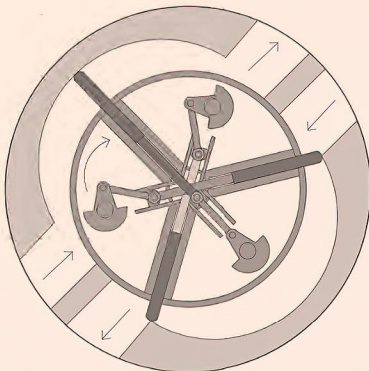
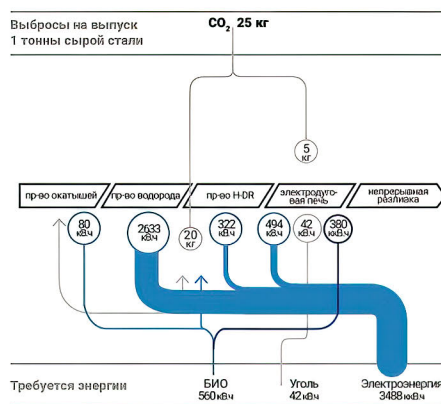

Рис. 3. Схема роторной машины с нечетным количеством лопаток и полостей
Рис. 4. Производство стали по проекту HYBRIT в сравнении с доменным процессом
- с тремя лопатками и двумя рабочими полостями, где ВУ содержит три вала (с кривошипами), проходящими через тело ротора (рис. 3). Этим обеспечивается максимальное выдвигание лопаток при минимальном диаметре ротора. Данный вариант позволяет иметь шесть рабочих тактов за оборот.
Во-первых, на один модуль будет меньше, что приведет к упрощению, уменьшению затрат на изготовление и повышению механического КПД. Во-вторых (наиболее важное), в более напряженном месте, где имеют место значительные тепловые нагрузки, в секции с условным объемом полости V_3 (большой объем расширения в горячем отделе) — перед лопаткой и сразу за ней — будет область одинакового давления. Здесь, к примеру (рис. 3), надо обратить внимание на уплотнении второй лопатки. Даже когда первая лопатка перейдет в зону выпускного окна (зону меньшего давления), все равно давление будет постепенно падать (градиент) ко второй лопатке. Но реально давление значительно упадет только в районе регенератора (там рез-
Водородная альтернатива также тестируется такими промышленными гигантами, как ArcelorMittal, Salzgitter Group, SSAB, LKAB+Vattenfall и ThyssenKrupp AG. ArcelorMittal планирует запустить новый проект на своем заводе в Гамбурге, где впервые будет использоваться водород в промышленных масштабах для прямого восстановления железорудного сырья. Пилотную установку намерены построить в ближайшие годы. Стоимость проекта составляет около 65 млн евро. Схема проекта немецких компаний Salzgitter Group, Sunfire GmbH и др. GrInHy2.0 (Green Industrial Hydrogen) представлена на рис. 3. Шведские металлургическая компания SSAB, горнодобывающая LKAB и энергетическая Vattenfall с 2018 г. в г. Лулео на северо-востоке Швеции реализуют свой проект HYBRIT (рис. 4) по водородному восстановлению железа, который должен способствовать снижению выбросов углекислого газа на 10% в Швеции и 7% в Финляндии к моменту полного его завершения в 2035 г.